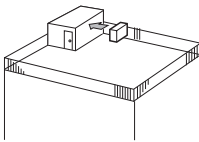

Fig. 2-4
- ① Richt de luchtuitlaat naar de dichtstbijzijnde muur, op ongeveer 35 cm van de muur. (Fig. 2-4)